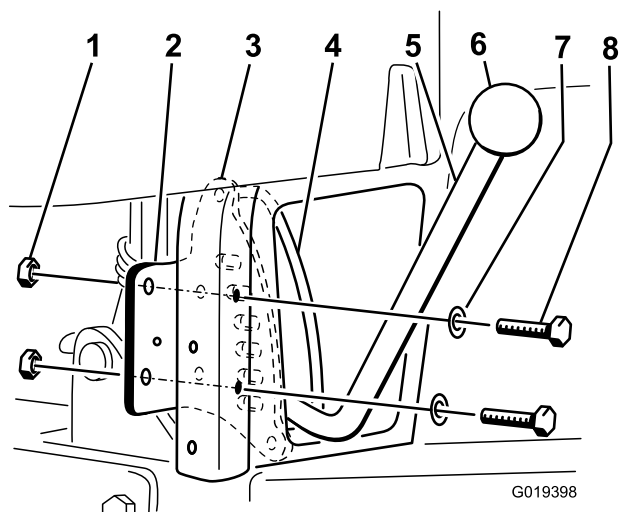

Figura 3
Notă: Mânerul trebuie să treacă între placa de blocare i ghidajul mânerului (Figura 3).
7. Instalezi placa de blocare în spatele tubului de cadru vertical din spate drept cu 2 uruburi (5/16 x 2¼"), cele 2 aibe îndepărtate la pasul 4 i 2 piulie de blocare (5/16"). Poziionai piesele aa cum se arată în Figura 3.)
8. Introducei butonul pe mânerul de ridicare (Figura 3).